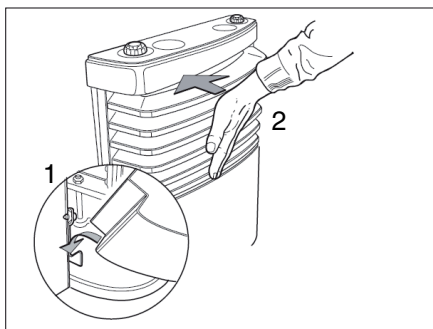

Fig. 101 Colocar el revestimiento de la calefacción
- Montar el revestimiento de la calefacción. Enganchar para esto el revestimiento en el soporte inferior (Fig. 101,1).
- Girar la tapa hacia dentro hasta oír que la palanca de bloqueo engatilla (Fig. 101,2).